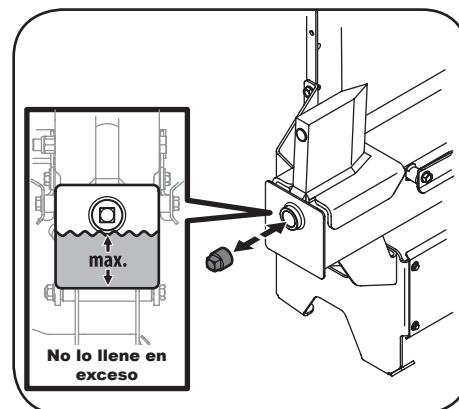

Figura 3-6
7. Retire el tapón de combustible, ubicado en el extremo del conjunto de la vigueta. Vea la Figura 3-6.
8. Verifique que el fluido hidráulico se encuentra en el fondo del tapón de llenado. Vea la Figura 3-6.